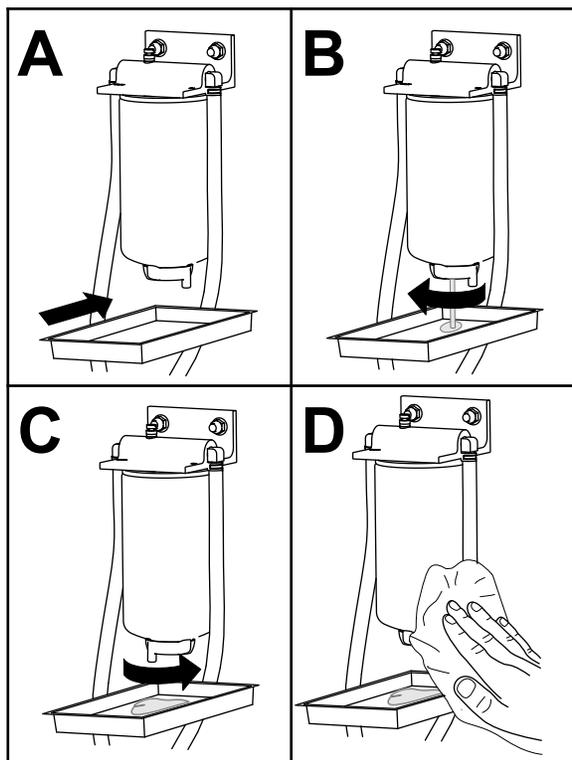

図 51
- 図 51 に示すようにして、燃料/水セパレータから水を流し出す。